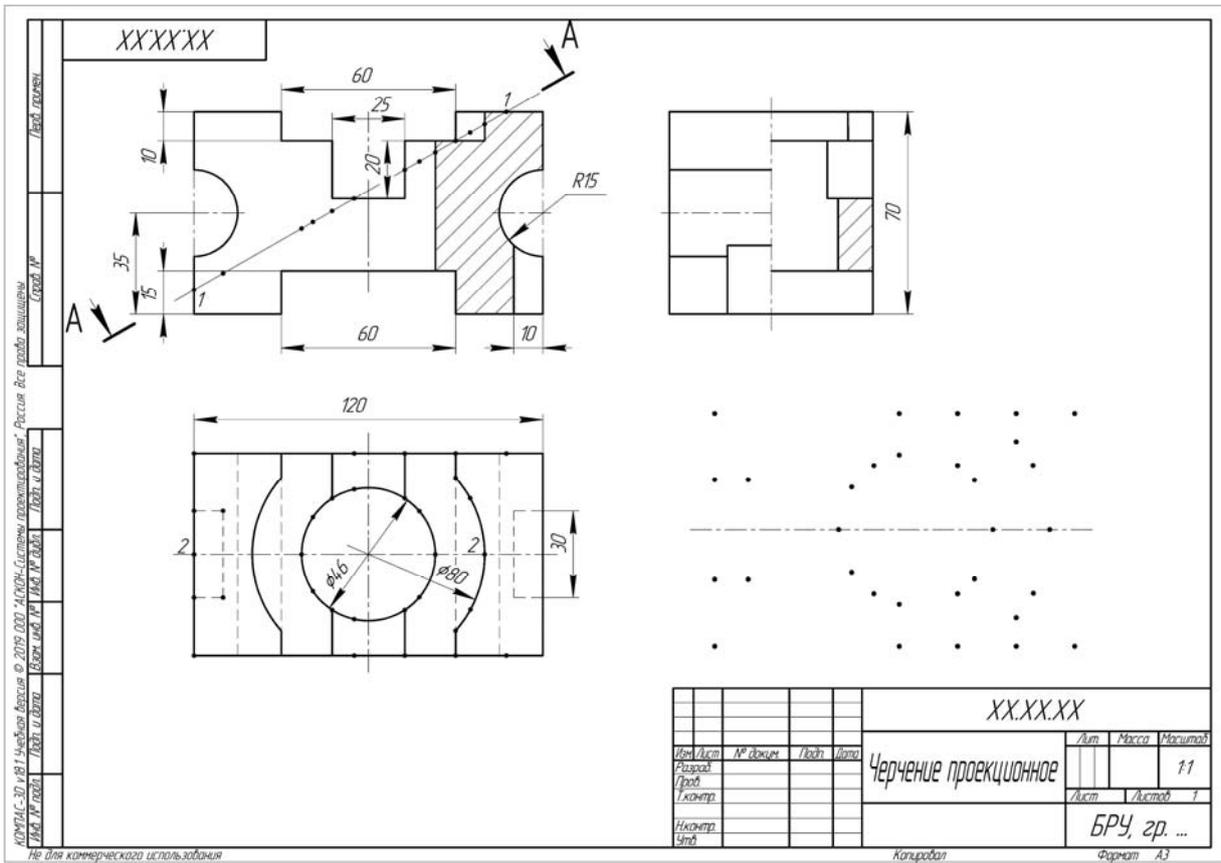

Рисунок 4.3 – Результат масштабирования
7) провести масштабирование по оси X. Для этого используем команду **Редактирование / Масштабирование**, предварительно выделив объект. Затем в командной строке для оси X вводим значение коэффициента K^* , для оси Y – 1. Нажимаем **1 раз** на поле чертежа и прерываем команду (рисунок 4.3);